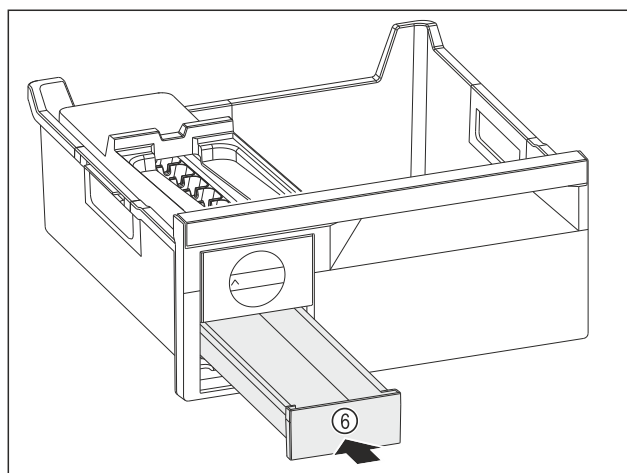

Fig. 115
- Zásuvku na kostky ledu Fig. 115 (6) zasuňte.